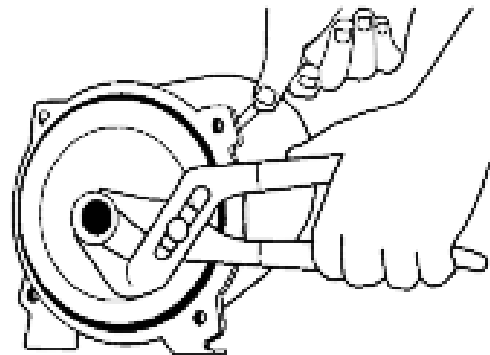

Figure 25 : Retirer la impulseur
4. Retirez la impulseur en tenant l'arbre de la pompe avec un tournevis placé dans l'extrémité fendue de l'arbre du moteur et en faisant tourner la impulseur dans le sens inverse des aiguilles d'une montre (Figure 25).
3. Retirez les trois vis d'assemblage qui maintiennent le diffuseur sur la plaque d'étanchéité et retirez le diffuseur. Lors du remplacement du diffuseur, utilisez trois cales d'une épaisseur de 0,010 po également espacées entre l'œil de la impulseur et l'ouverture du diffuseur. Cela permet de centrer les diffuseurs et d'éviter le frottement de la impulseur (figure 25).